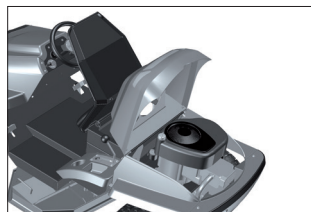

Fig. 35
1. Abra o capô traseiro [Fig. 35].